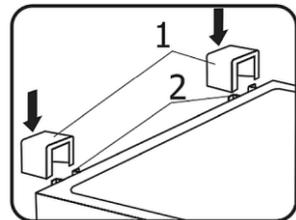

Fig. 4
8. Tome dos soportes (1) e introdúzcalos en las guías (2) situadas en la parte superior del panel trasero (fig. 4).